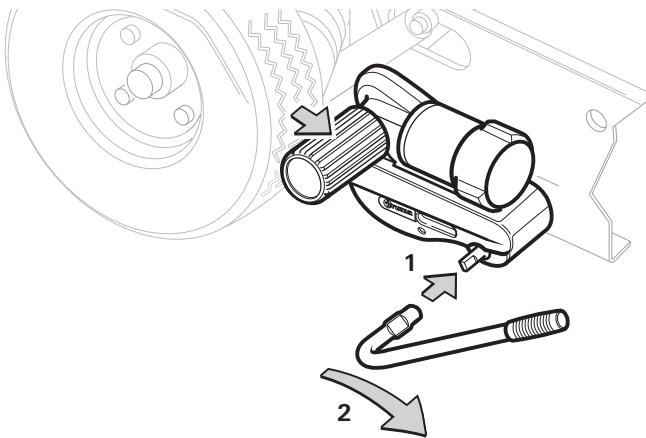
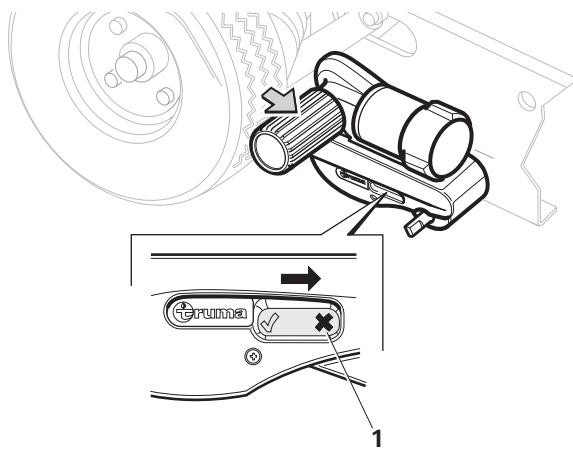

Bild 9
Bild 10
- Den Anschwenkhebel auf die Anschwenkwelle stecken (Bild 9 - 1).
- Anschwenkhebel in Pfeilrichtung (vom Fahrzeuggrad weg) (Bild 9 - 2) drehen, bis die Antriebsrolle in der Endstellung sicher einrastet. Der Positionsindikator im Gehäuse steht jetzt auf „X“ (Bild 10 - 1).